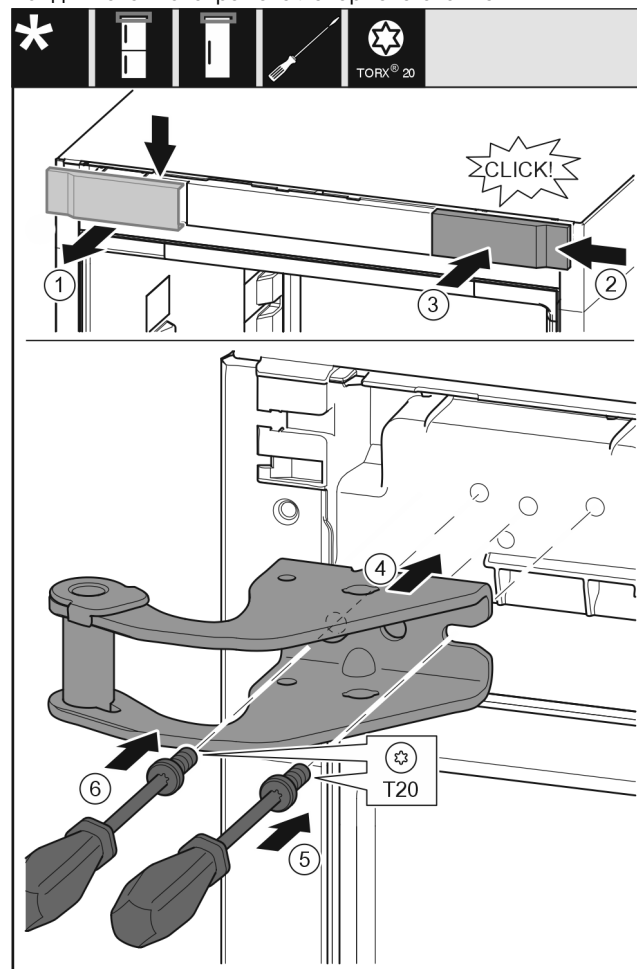

Fig. 15
- ▶ Свалете капака Fig. 15 (1) от горе напред.
- ▶ Закачете капака Fig. 15 (2), завъртян на 180°, от другата страна отъдно.
- ▶ Фиксирайте капака Fig. 15 (3).
- ▶ Поставете горната лагерна стойка Fig. 15 (4).
- ▶ С отвертка поставете винта Fig. 15 (5) и го затегнете.
- ▶ С отвертка поставете винта Fig. 15 (6) и го затегнете.